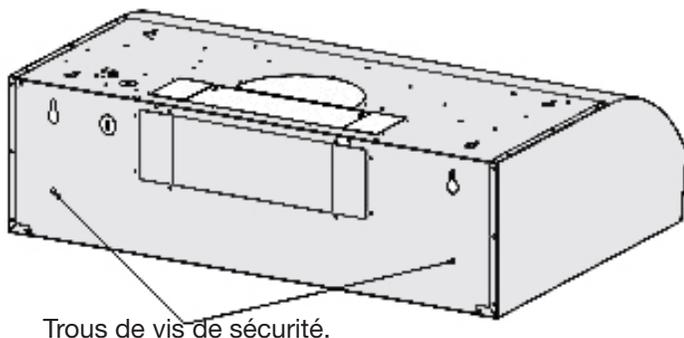

Figure 16
- Ouvrir le filtre et installer le panneau intérieur à l'aide des vis de sûreté (Figure 16).